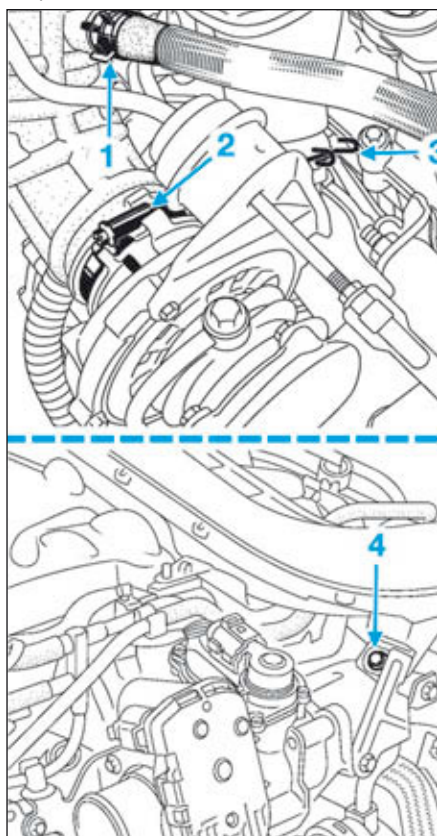

FIG.159
- Débrancher la durite de réaspiration des vapeurs d'huile en (1) (Fig.159).
- Desserrer le collier sur le turbocompresseur (2).
- Pivoter l'agrafe (3) pour l'extraire de son logement.
- déposer la vis (4).